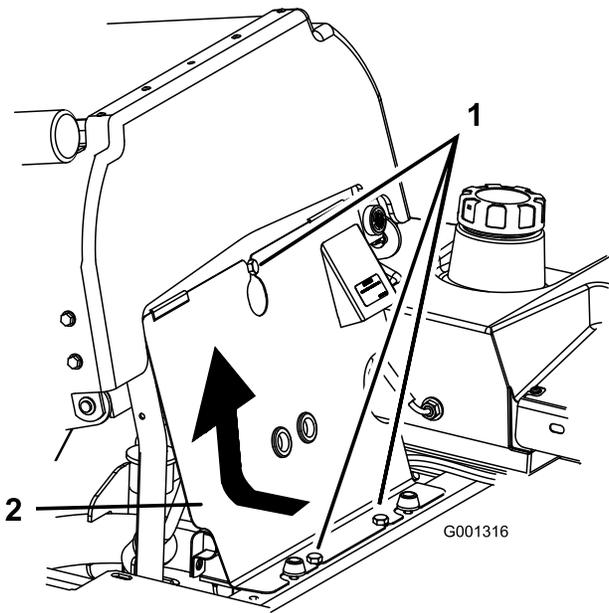

Figura 63
- Incline el asiento hacia adelante, afloje los pernos y retire el panel delantero del motor (Figura 63).